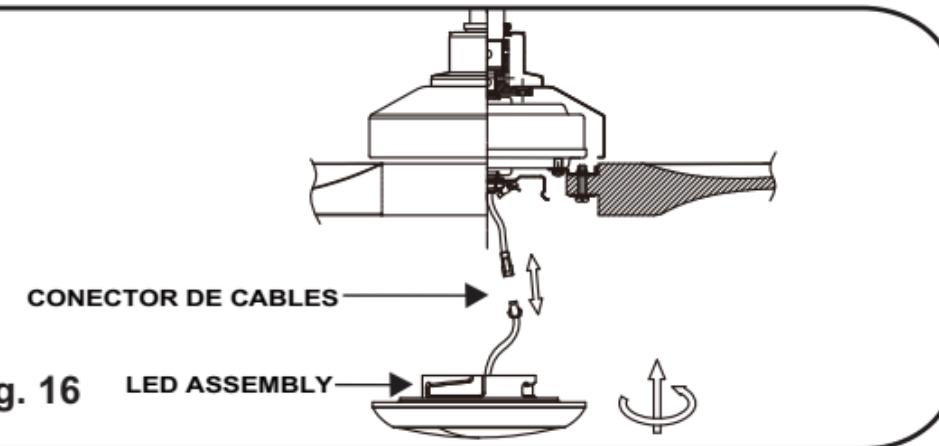

Fig. 16 LED ASSEMBLY
- Azul a azul. (Fig. 16)
Paso 2. Levante el conjunto LED hasta que quede contra la parte inferior del conjunto motor del ventilador y gire en el sentido de las agujas del reloj hasta que quede ajustado; NO APRETÉ DEMASIADO. (Fig. 16)